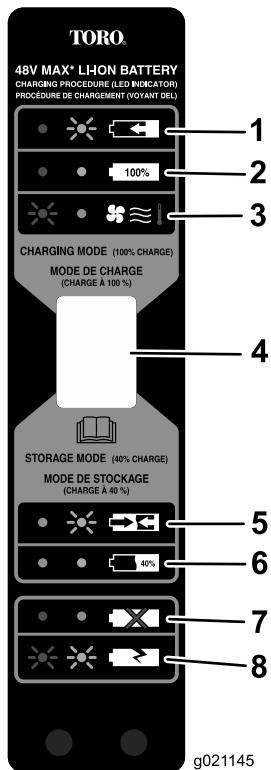

Figura 14
5. Consulte Figura 14 para interpretar los indicadores LED del cargador de la batería.
Utilice el modo de almacenamiento (Figura 14) si la batería no se va a utilizar durante 12 meses o más.
4. Cuando la batería esté preparada para el almacenamiento (Figura 14, punto 6.), retire la batería del cargador.